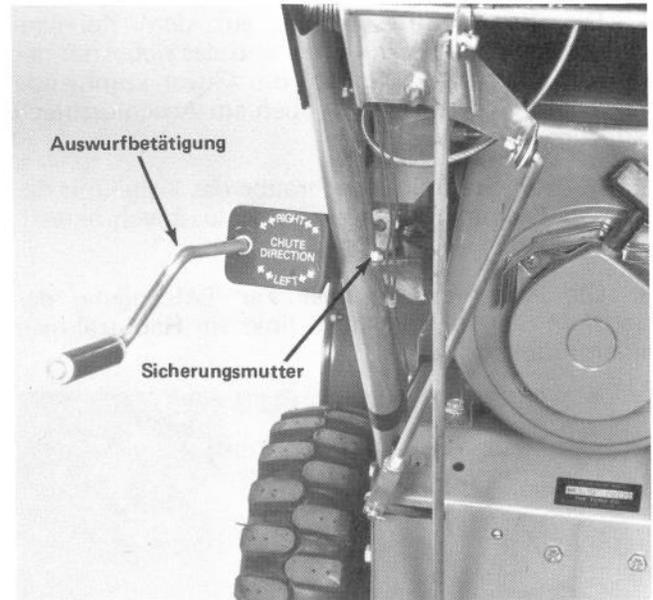
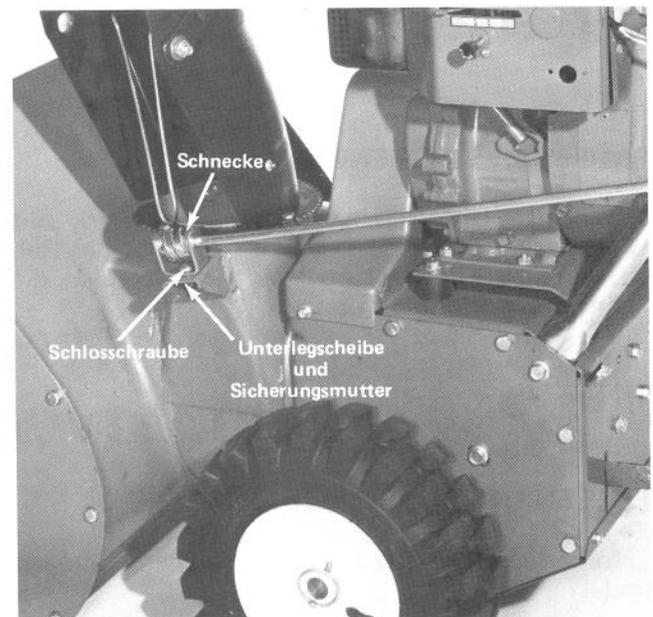

Abb. 11
Abb. 12
6. Den Haltewinkel mit der Auswurfbetätigungsstange mittels Sechskantschraube und Mutter links am Griffholm befestigen, die Mutter aber noch nicht festziehen (Abb. 11).
7. Die Schnecke mit Allzweckfett Nr. 2 schmieren. Dann den Halter mit der Schnecke mittels Schlossschraube, Unterlegscheibe und Konusmutter auf der Winkelkonsole befestigen (Abb. 12). Die Sicherungsmutter aber noch nicht festziehen.
8. Die Schnecke fest in die Verzahnung des Aufnahmekranzes hineindrücken und dann die Sicherungsmutter festziehen (Abb. 12). Auch die Sicherungsmutter zur Befestigung des Haltewinkels der Auswurfbetätigung am linken Holm jetzt anziehen (Abb. 11).